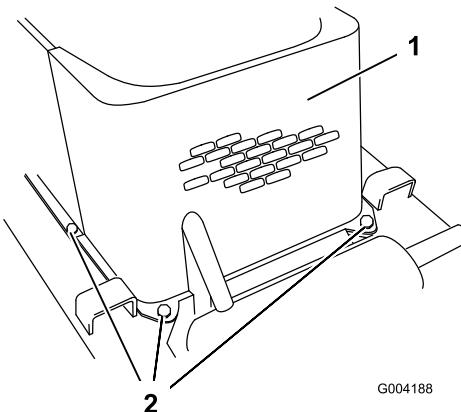

Figura 30
- Rimuovete i 4 bulloni che fissano la griglia anteriore al telaio della motrice (Figura 30).